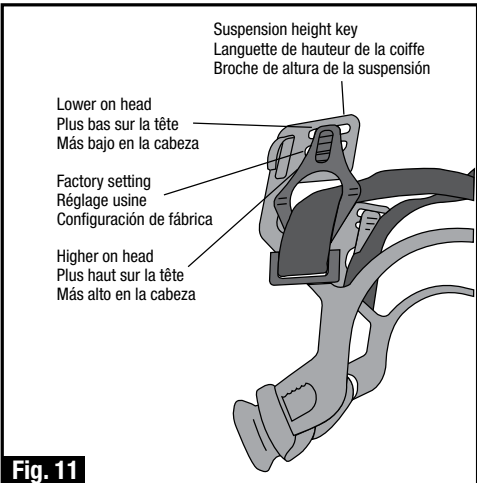

Fig. 11
- Verifique que la cubierta y la espuma (si corresponde) del casco de seguridad no tengan ninguna señal de rotura, perforaciones, grietas, abolladuras, apariencia calcárea, decoloración o pérdida de color, patrón de agrietamiento o cualquier otra señal de deterioro. Reemplace el caparazón y la gomaespuma (si corresponde) de forma inmediata si presenta alguna señal de deterioro. Algunas cubiertas de cascos de seguridad incluyen un sensor Uvicator™ de 3M™ diseñado para cambiar de color cuando se expone a ciertas cantidades de luz ultravioleta (Fig. 11). Reemplace la cubierta del casco de seguridad cuando el sensor cambie a color blanco o inmediatamente si observa cualquiera de las señales de deterioro que se describieron anteriormente. Aun si no hay señales visibles de desgaste, y aunque el sensor Uvicator no haya cambiado al color blanco, 3M recomienda reemplazar la coraza cada cinco años, dependiendo del entorno de trabajo.
1. The suspension is shipped set at medium height; if you want to adjust it higher or lower follow these steps and refer to Figure 11.
1. La coiffe est livrée et réglée à une hauteur moyenne; si vous voulez l'ajuster plus haut ou plus bas, suivez ces étapes et référez-vous à la Figure 11.